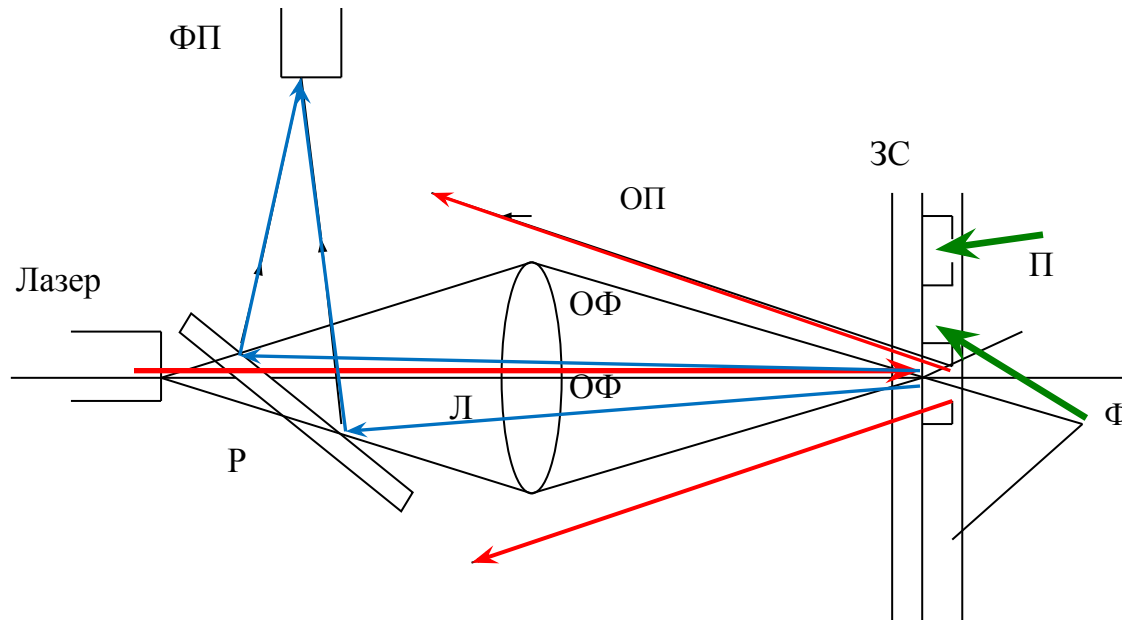

Рис.2 Принцип считывания записанной информации с поверхности диска
На Рис.2 показан принцип считывания информации с лазерного диска.
- Световой поток от лазера фокусируется с помощью оптической системы (на **Рис.2** она условно показана в виде линзы **Л**) таким образом, что точка фокуса **Ф** располагается на поверхности дискового носителя записи **Д**.